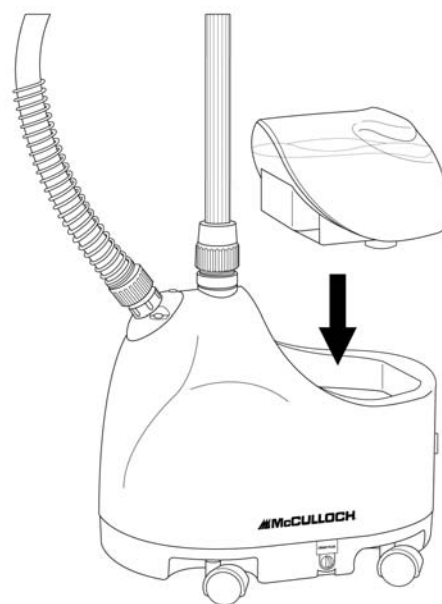

FIGURE 11
5. Remettez le Bac d'Eau sur l'unité principale (FIGURE 11). Vous devriez entendre l'écoulement de l'eau du Bac d'Eau dans le Réservoir à Eau pendant quelques secondes.